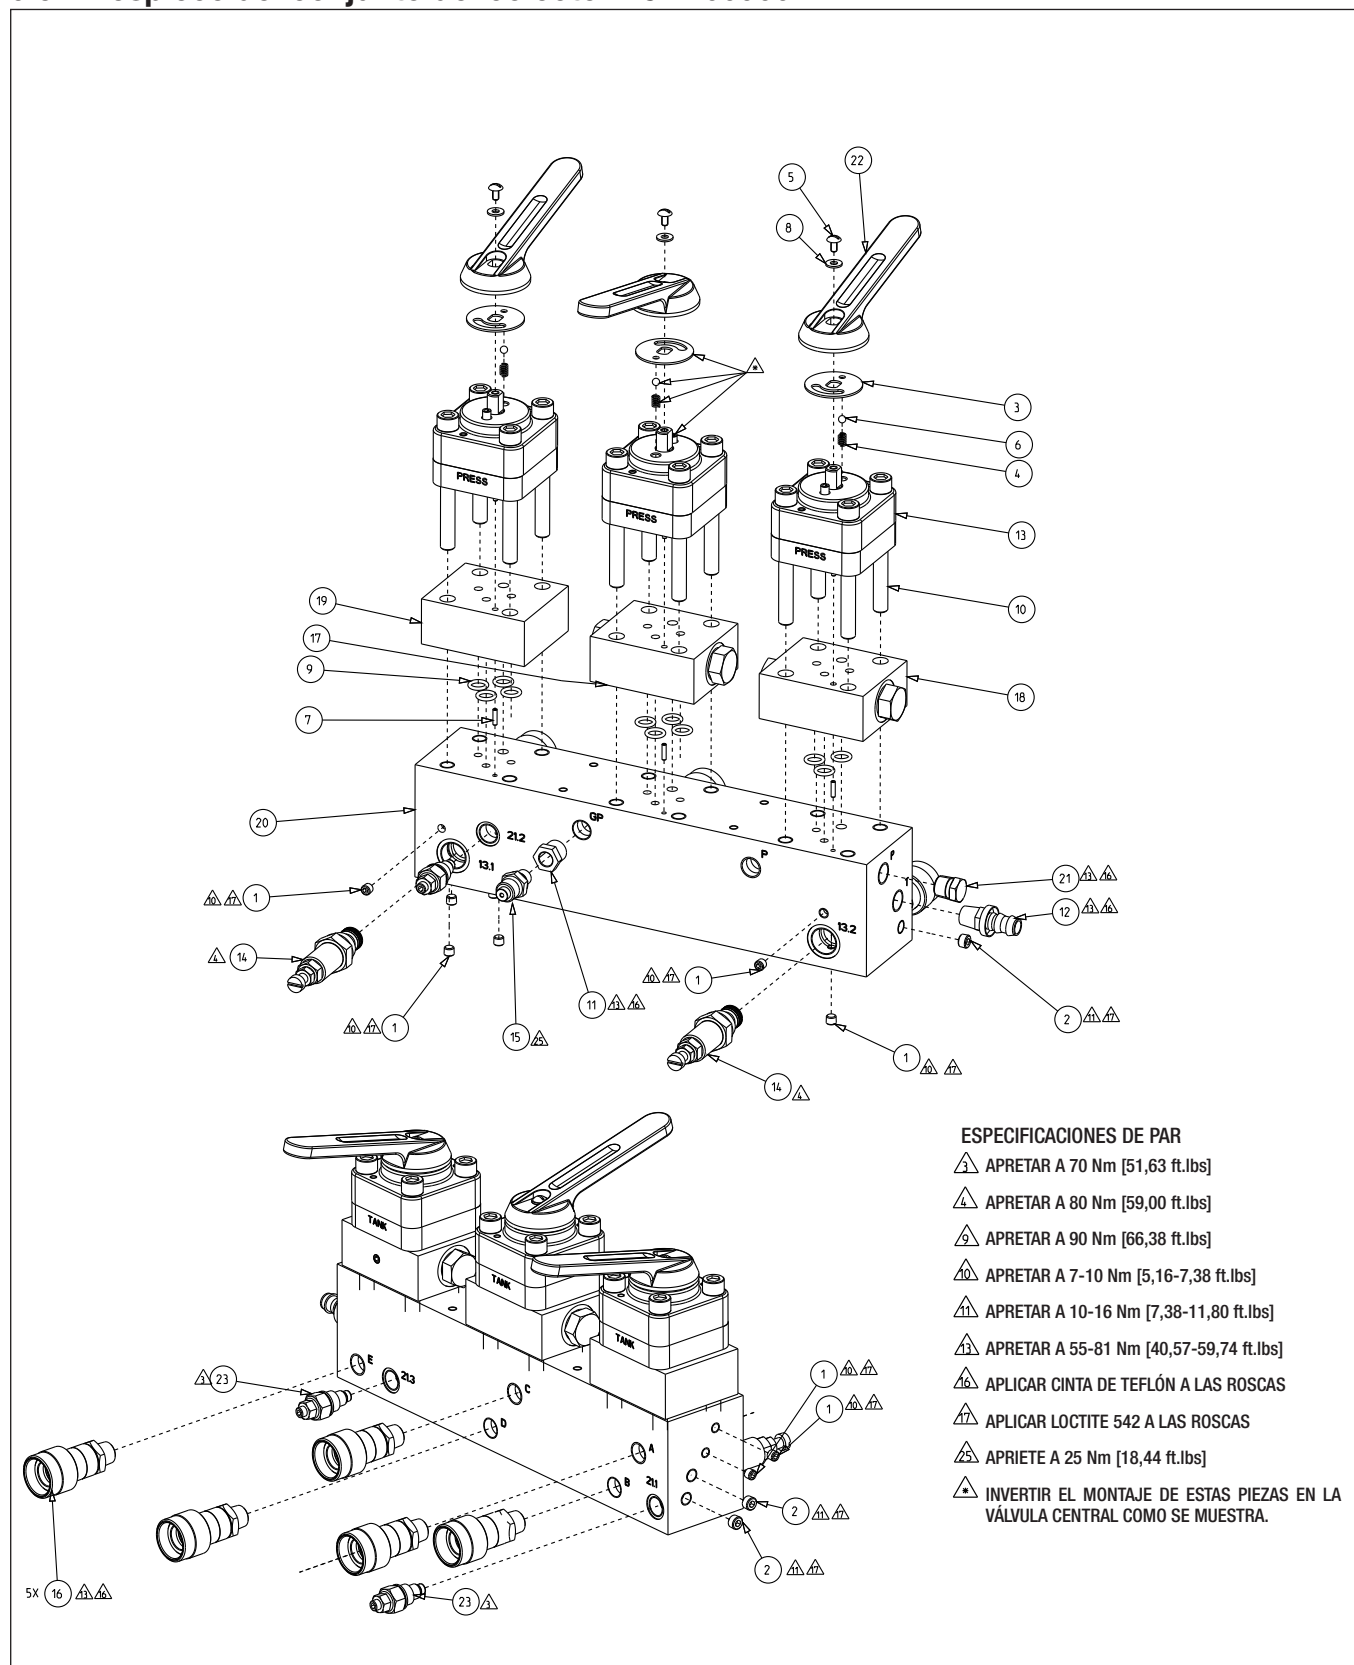

Figura 21: Despiece - Conjunto del colector
9.3.1 Tabla de piezas del conjunto del colector LGH100900 (Figura 21)